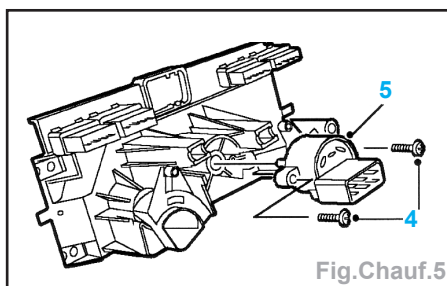

Fig. Chauff.5
- Les 2 vis (4) maintenant le commutateur (Fig. Chauff.5),
- le commutateur (5).